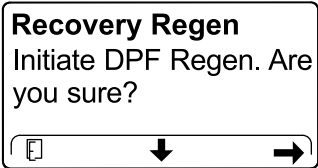

Figura 65
4. En la pantalla INITIATE DPF REGEN (Iniciar regeneración de DPF), pulse el botón derecho para continuar (Figura 65).